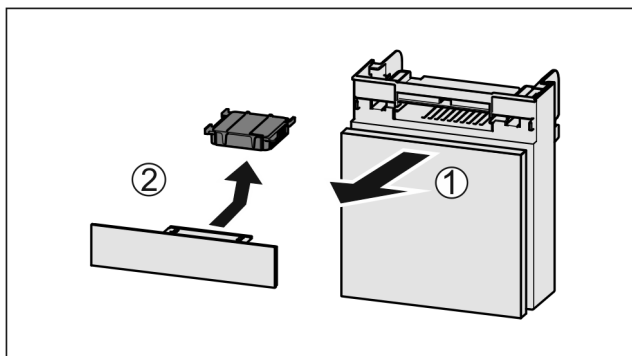

Fig. 159
- ▶ Trekk ut Fig. 159 (1) hyllen fremover.
- ▶ Ta ut Fig. 159 (2) aktivkullfilteret.